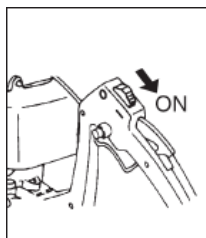

FIG. 3
- (1) Levier d'accélérateur
- (2) Bouton de verrouillage
3. Faites glisser le commutateur d'allumage vers le côté du moteur pour le mettre en position ON. (Fig. 3)